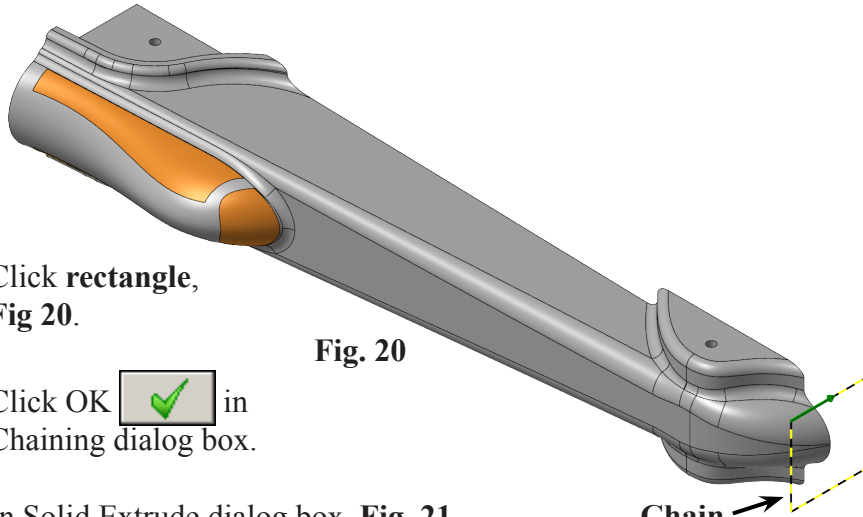

Fig. 20
Step 11. Click **rectangle**, **Fig. 20**.